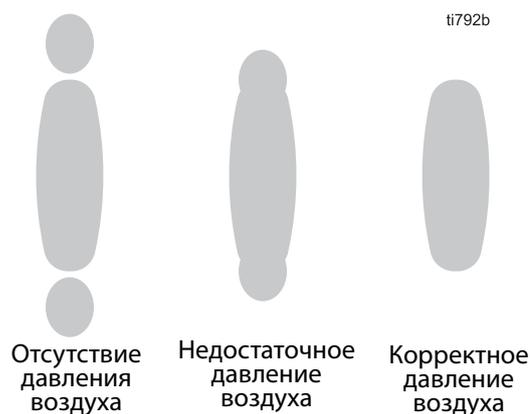

Рис. 20: Дефекты распыления
8. Медленно увеличивайте давление воздуха на входе до тех пор, пока не будет сформирован окрасочный факел. См. Рис. 20.